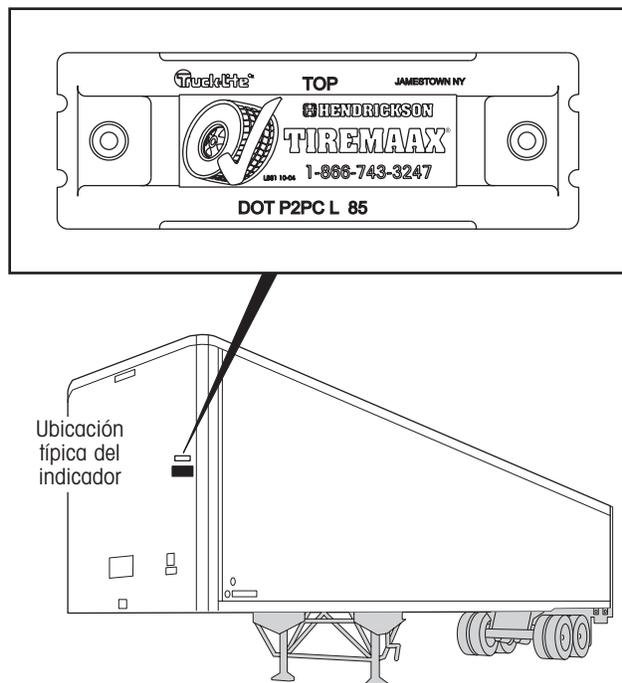

Figura 2. Indicador del remolque
Los sellos y las mangueras permanecen constantemente presurizadas a la presión objetivo. El indicador montado en el remolque (figura 2) se encenderá cuando la presión de aire de una o más llantas este baja, ó cuando ocurra un problema con el sistema. Cuando el indicador del remolque se enciende constantemente por más de 10 minutos, es una indicación de una fuga potencial del sistema o llanta. Consulte la sección de Diagnóstico de Fallas en la pagina 32 para detalles adicionales. El indicador del remolque no se encenderá por requerimientos mínimos de inflado de menos de 0.7 cfm aproximadamente para prevenir la distracción del operador cuando no se requiere acción.
- Indicador encendido (figura 2) cuando el flujo de aire del sistema exceda de 0.7 cfm aproximadamente
El sistema presurizará las líneas y medirá la presión de la llanta comparando la presión en las líneas y llantas contra una presión de entrada regulada. Si la presión de entrada regulada excede la presión en la línea, el sistema asume que una o más llantas están bajas y automáticamente empieza a inflarlas al valor de presión objetivo. Las llantas restantes están protegidas de pérdida de presión por válvulas check localizadas en cada manguera de llanta. Si una ó más llantas están bajas, el indicador (figura 2) se encenderá y permanecerá encendido si el flujo de aire excede 0.7 cfm aproximadamente. El sistema continúa inflando hasta llegar a la presión objetivo.
Si el indicador (figura 2) se mantiene encendido por más de 10 minutos, el sistema esta intentado inflar las llantas pero puede no mantener la presión de llantas adecuadamente. El operador debe detenerse y verificar las llantas para determinar si es seguro continuar operando el vehículo y deberá buscar dar servicio al sistema inmediatamente.
El indicador (figura 2) se encenderá si el flujo de aire medido excede de 0.7 cfm aproximadamente. El indicador permanecerá encendido hasta que las llantas sean reinfladas a la presión adecuada. Si el indicador permanece encendido por más de 10 minutos, el operador debe detener el vehículo y revisar posibles daños en las llantas. Bajo ciertas condiciones normales de operación, el indicador se puede encender sin haber un daño aparente. Esto puede ser resultado de cambios en la temperatura ambiental mientras el remolque esta detenido. Cuando el sistema es alimentado por primera